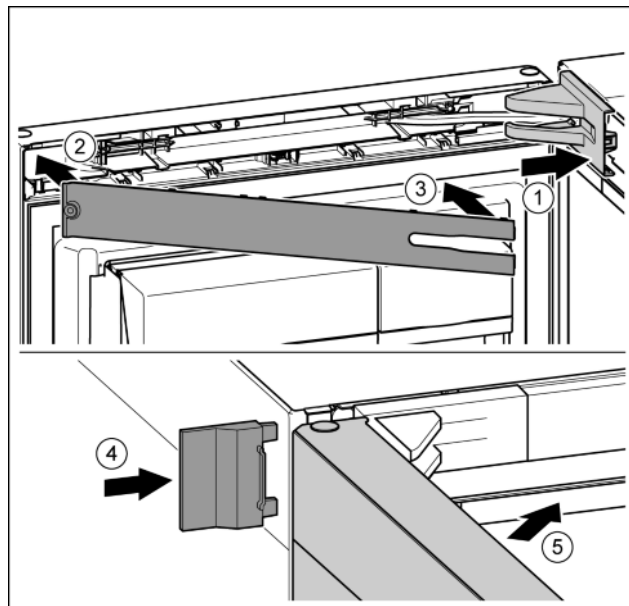

Fig. 43
- ▶ Nasad'te a zaklapněte kryt stojanu ložiska, příp. opatrně přitlačte od sebe. Fig. 43 (1)
- ▶ Nasad'te záslepku. Fig. 43 (2)
- ▶ Záslepku sklopte a zaklapněte. Fig. 43 (3)
- ▶ Vnější kryt nasuňte. Fig. 43 (4)
- ▶ Zavřete horní dveře. Fig. 43 (5)